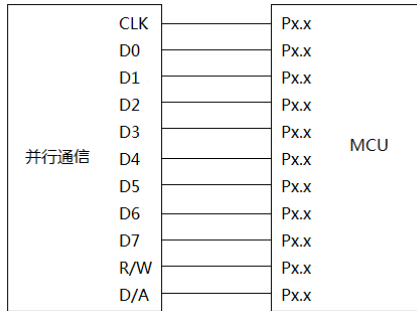

图 9.2 一种并行通信的数据线
为了对比，我们先说说并行通信。并行通信需要多少根数据线呢？如图 9.2 所示为一种并行通信的硬件接口，由以下几个部分组成：
- 3) 地址位 Address Bit，0 表示前面的 7 或 8 位是数据，1 表示是地址，这在 1 主多从通信中 useful。在图 9.2 这样的双机通信里肯定是不用的，可以省掉。我们稍后会解释，多机通信里，也有办法省掉。